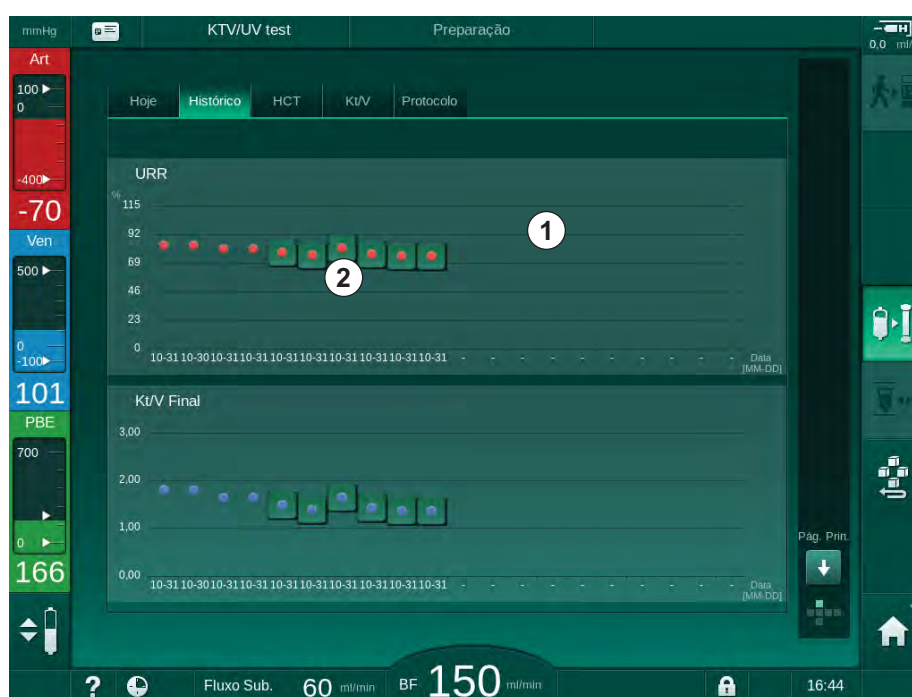

Fig. 11-11 Histórico de parâmetros no ecrã de *Informações*
Informações mais detalhadas sobre os 6 últimos tratamentos completos são disponibilizadas. Depois de tocar na marca correspondente do parâmetro (Fig. 11-11 , ②) para uma data determinada, uma tendência desse parâmetro será exibida para esse tratamento em particular (Fig. 11-12). A resolução é de 5 minutos. A visualização da tendência será fechada ao tocar *Voltar* ① .